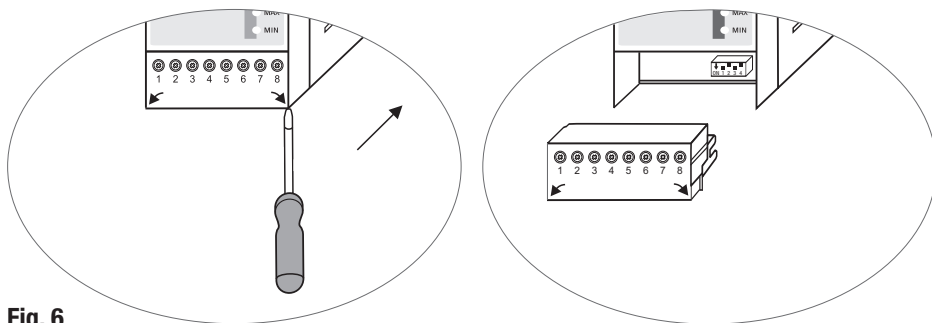

Fig. 6
- Togliere la morsetteria superiore e inferiore. **Fig. 6**